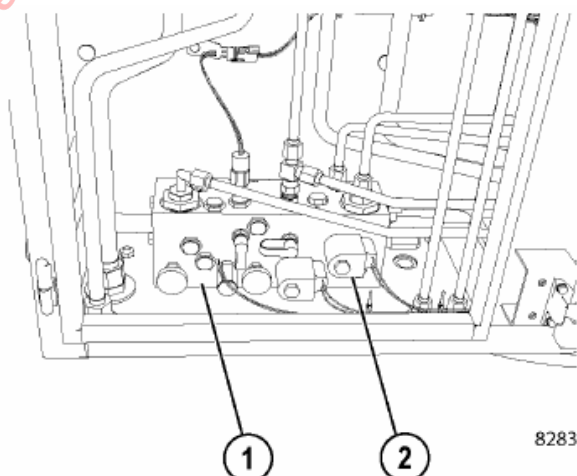

FIGURA 3-3. GABINETE DEL FRENO
Antes de remolcar, se debe hacer un arnés de cableado especial con el fin de liberar el freno de estacionamiento. El arnés requerirá aproximadamente 9 metros (30 ft) de cable #14, y un interruptor ON/OFF (capaz de transportar 2 amperes de corriente) y dos terminales de corona. Usando un terminal de corona, se debe conectar un extremo del cable a una barra colectora de 24VDC (1, Figura 3-3) en el gabinete de control auxiliar para suministrar 24V al solenoide. El interruptor (2) se debe posicionar en el arnés de tal forma que el operador pueda operar el interruptor mientras está sentado en su asiento. El arnés se debe ajustar con un conector (4) para permitirle conectarse al solenoide del freno de estacionamiento (3) dentro del gabinete de freno. El cable (5) que va desde este conector se debe conectar al bloque de tierra usando un terminal de corona. Consulte la Figura 3-4 para una descripción del arnés de cableado especial cuando está instalado en el camión.